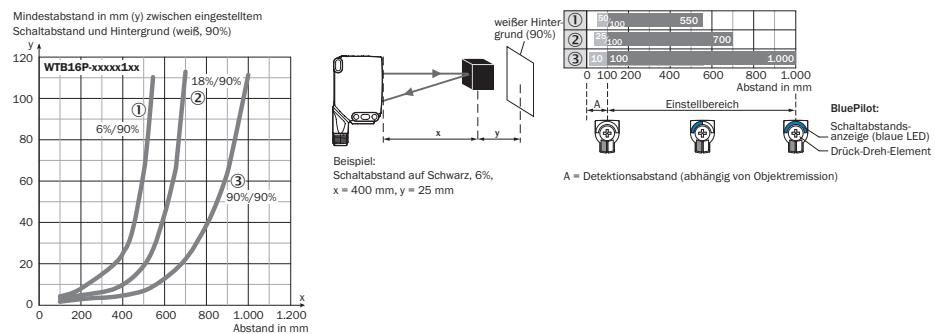

Abbildung 15: Kennlinie 1, WTB16P-xxxxx1xx, Rotlicht
Die minimale Distanz (= y) für die Hintergrundausblendung kann aus dem Diagramm [Abbildung 15 ①] wie folgt ermittelt werden: